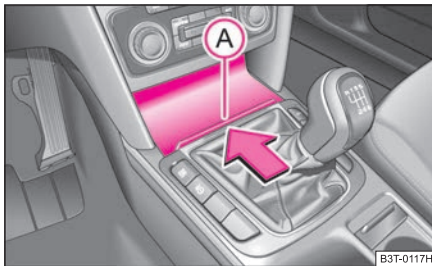

Abb. 94 Mittelkonsole vorn: Ablagefach
- Öffnen Sie den Aschenbecher ⇒ Seite 91, Abb. 94.
- Drücken Sie auf den Deckel an der Stelle (A) in Pfeilrichtung ⇒ Abb. 94, der Deckel fährt hinein.